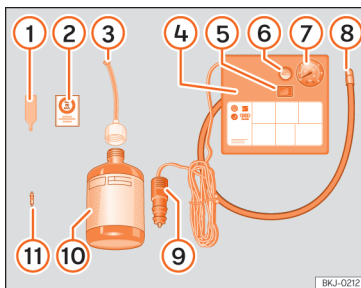

Fig. 245 Representació estàndard: contingut del joc antipunxades.
El joc antipunxades es troba en el compartiment del maleter sota el revestiment del terra. Inclou els components següents »» **fig. 245**:
- Desenrosqueu el caputxí i l'obús de la vàlvula del pneumàtic. Utilitzeu l'aparell »» **fig. 245 ①** per extreure l'obús. Poseu-lo en una superfície neta.
- Sacsegeu amb força l'ampolla de segellador de pneumàtics »» **fig. 245 ⑩**.
- Enrosqueu el tub d'inflament »» **fig. 245 ③** a l'ampolla de segellador. El precinte de l'ampolla es trencarà automàticament.
- Traieu el tap del tub d'ompliment »» **fig. 245 ③** i caragoleu l'extrem obert del tub a la vàlvula del pneumàtic.
- Torneu a posar l'obús amb l'aparell »» **fig. 245 ①** a la vàlvula del pneumàtic.
- Enrosqueu el tub d'inflament del pneumàtic del compressor »» **fig. 245 ⑧** a la vàlvula del pneumàtic.
- Comproveu que el caragol d'evacuació d'aire està tancat »» **fig. 245 ⑥**.
- Fixeu el connector »» **fig. 245 ⑨** a la presa de corrent de 12 volts del vehicle »» **pàg. 245**.
- Connecteu el compressor d'aire amb commutador ON/OFF »» **fig. 245 ⑤**.
- Enganxeu l'adhesiu >>> **fig. 245 ②** al quadre d'instruments, dins del camp visual del conductor.
Torneu a enroscar el tub d'inflament >>> **fig. 245 ⑧** i comproveu la pressió en el manòmetre **⑦**.